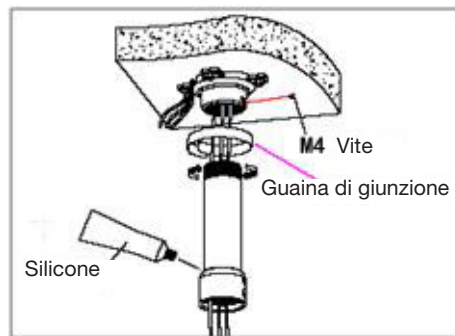

Fig. 14
c. Come mostrato in Fig. 14, serrare l'asta, in cui sono stati passati i cavi e i fili elettrici, alla base del supporto e fissare le viti M4.